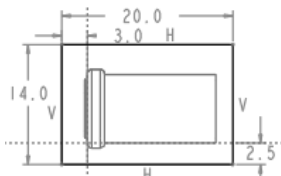

图 9.6 截面草图
(1) 选择命令。单击模具功能选项卡形状区域中的拉伸按钮。
(2) 创建实体拉伸特征。
① 选取拉伸类型。在出现的操控板中，确认“实体”类型按钮被按下。
② 定义草绘截面放置属性。在绘图区中右击，从快捷菜单中选择定义内部草绘...命令。系统弹出“草绘”对话框，然后选择参考模型MOLD_FRONT基准平面作为草绘平面，草绘平面的参考平面为MAIN_PARTING_PLN基准平面，方位为左，然后单击草绘按钮，至此系统进入截面草绘环境。
③ 进入截面草绘环境后，系统弹出“参考”对话框，选取MOLD_RIGHT基准平面和MAIN_PARTING_PLN基准平面为草绘参考，然后单击按钮，绘制图9.6所示的截面草图。完成特征截面的绘制后，单击“草绘”操控板中的“确定”按钮.
④ 选取深度类型并输入深度值。在操控板中单击 **选项** 按钮，从系统弹出的界面中选取侧 1 的深度类型 **盲孔**，再在深度文本框中输入深度值 15.0，并按回车键；然后选取侧 2 的深度类型 **盲孔**，再在深度文本框中输入深度值 3.0，并按回车键。